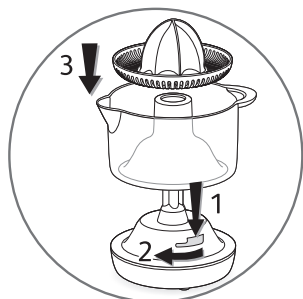

fig.1
- Placez d'abord la verseuse (**B**) et ensuite le cône plastique (**C**) sur le bloc moteur (**A**). Verrouillez l'ensemble (**fig. 1**).
- Place the jug (**B**) and then the plastic cone (**C**) on the motor unit (**A**). Lock the assembly (**fig. 1**).
- Plaats eerst de kom (**B**) en dan de kunststof perskegel (**C**) op het motorblok (**A**). Vergrendel het geheel (**fig. 1**).
- Setzen Sie den Behälter (B) und dann den Presskegel (C) auf den Motorblock (A). Verriegeln Sie den Behälter (Abb. 1).